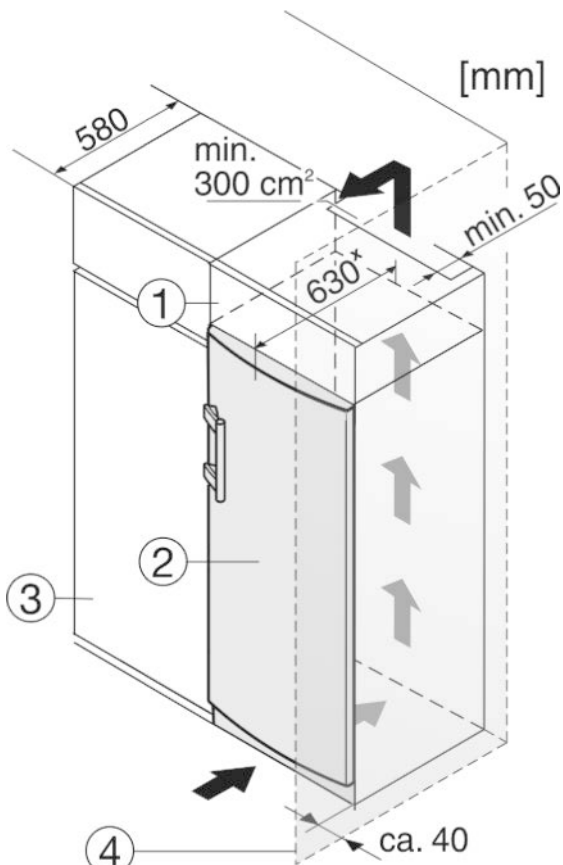

Fig. 8
- (1) Дополнительный шкафчик
(2) Устройство
(3) Кухонный шкаф
(4) Стенка
Устройство может быть окружено кухонными шкафами. Чтобы уравнивать устройство Fig. 8 (2) по высоте с кухонной стенкой, можно установить над устройством дополнительный шкафчик Fig. 8 (1).
При комбинировании с кухонными шкафами (глубина макс. 580 мм) устройство можно установить непосредственно рядом с кухонным шкафом Fig. 8 (3). Устройство выступает сбоку на 34 мм* и по центру на 50 мм* относительно передней стенки кухонного шкафа.
Если устройство установлено на шарнирах у стены Fig. 8 (4), то расстояние между устройством и стеной должно быть не менее 40 мм. Настолько выступает ручка при открытой дверце.